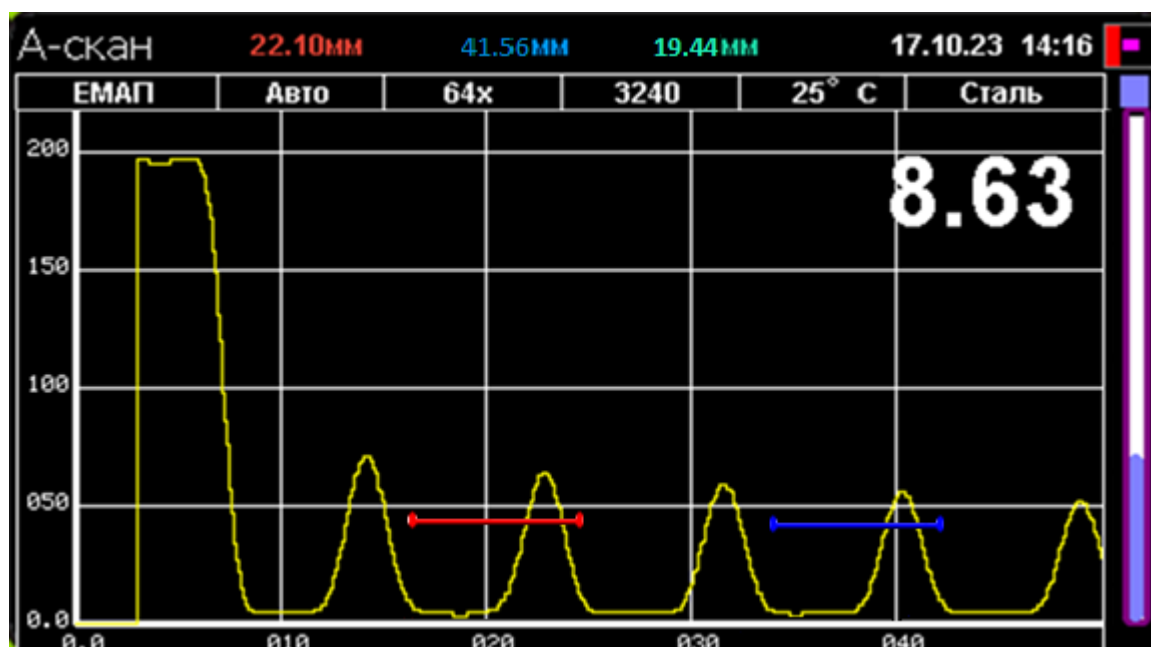
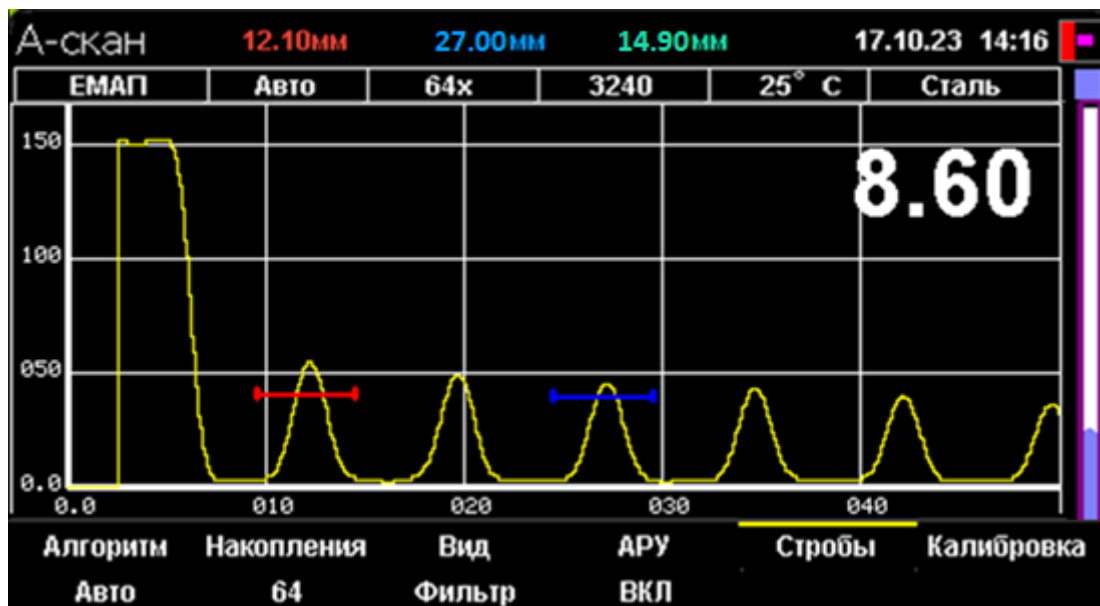

Рисунок 3.1 – Внешний вид окна «А-скан»
Рисунок 3.4 – Отображение информации по стробам
3.2.1 Окно «А-скан» (Рисунок 3.1, Рисунок 3.4) применяют для контроля изделий сложной формы, изделий, изготовленных при помощи литья, а также подверженных сильной коррозии.